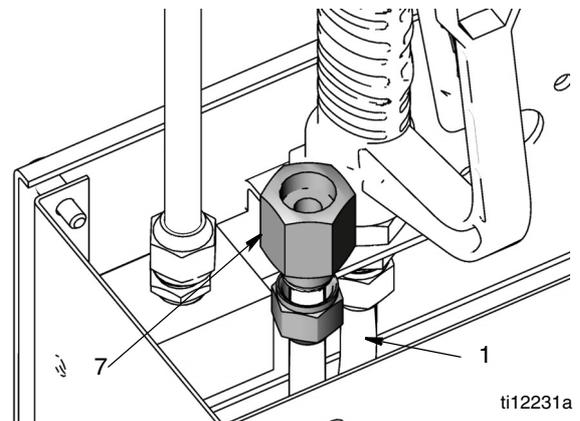

FIG. 24
3. Déconnectez le tube d'entrée du fluide (1) du raccord d'entrée du fluide (7) (FIG. 24).